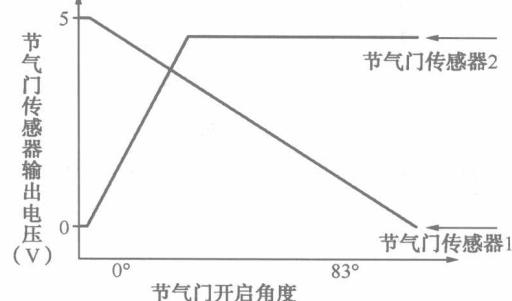

图 1-1-3 节气门位置传感器标准电压
(2) 节气门位置传感器标准电压 (图 1-1-3)
(3) 气缸盖温度传感器